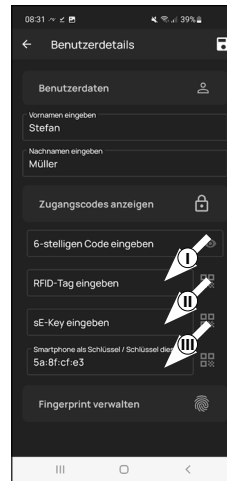

Abb. 4
- 6 An dieser Stelle können Sie einen Funkschlüssel *ENTRY sE-Key 7713* (optional erhältlich) einspeichern (II) (Abb. 4). Hinweise zur Einrichtung finden Sie in der Anleitung des Funkschlüssels.
- ! **Hinweis:** Dem Benutzerprofil des Administrators wurde automatisch die Schlossöffnung per Smartphone hinterlegt (III) (Abb. 4). Bei weiteren Benutzern können Sie in diesem Feld ein anderes Smartphone als elektronischen Schlüssel hinterlegen. Eine Anleitung hierfür erhalten Sie in der Hauptanleitung auf unserer Webseite (siehe Link auf der Titelseite).